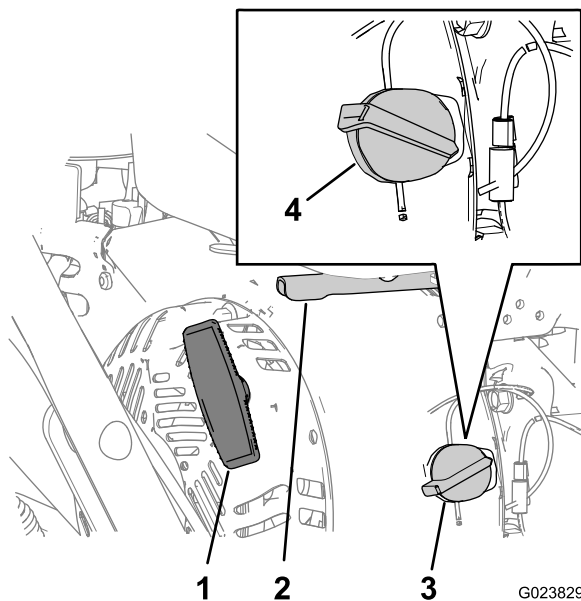

Figure 10
1. Sur le côté droit moteur, tournez la commande marche/arrêt du moteur dans le sens horaire à la position DE MARCHÉ (Figure 10).
3. Placez la commande d'accélérateur, située sur le côté arrière droit du moteur, à mi-course entre les positions HAUT RÉGIME et BAS RÉGIME (Figure 10).
4. Tirez lentement la poignée du lanceur jusqu'à ce que vous sentiez une résistance, puis arrêtez (Figure 10).
2. Placez la commande d'accélérateur à mi-course entre les positions BAS RÉGIME et HAUT RÉGIME (Figure 10).
3. Laissez tourner le moteur pendant au moins 15 secondes, puis tournez la commande Marche/Arrêt du moteur en position ARRÊT pour couper le moteur (Figure 10).